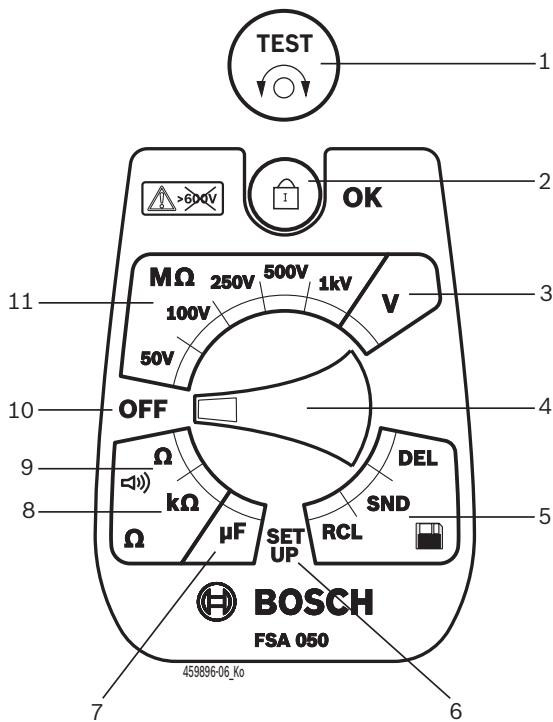

Fig. 2: Vridkontakt/knappar
1. Ställ vridkontakten på <SETUP> (fig. 2, pos. 6).
2. <TEST> (fig. 2, pos. 1) trycks ca. två sekunder.
4. </OK> trycks, för att spara det önskade värdet (fig. 2, pos. 2).